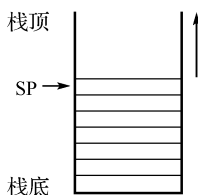

图 1-7 堆栈的分布
⑥ 堆栈指针 (SP)。堆栈是一种数据结构，它是一个 8 位寄存器 (见图 1-7)，用来指示堆栈顶部在内部 RAM 中的位置。系统复位后，SP 的初始值为 07H，堆栈实际上从 08H 开始。但从 RAM 的结构分布中可知，08H~1FH 属于 1~3 工作寄存器区，若编程时需要用到这些数据单元，则必须对堆栈指针 SP 进行初始化，原则上设在任何一个区域均可，但一般设在 30H~1FH 较为适宜。
掌握 51 单片机的结构及引脚功能、最小系统电路图。掌握用单片机来控制一个 LED 小灯闪烁的原理及简单程序的编写，参考图 1-7。